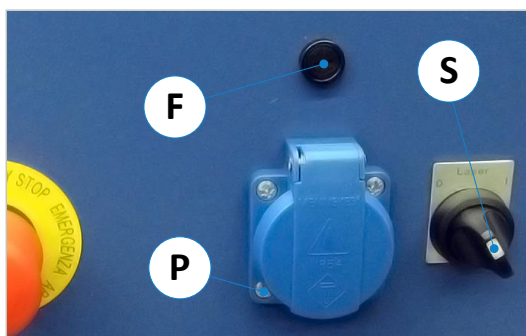
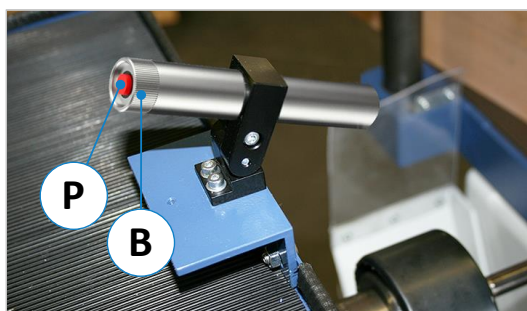

Figure 33 : interrupteur et prise machine pour laser
Figure 34 : interrupteur et compartiment à piles
- Desserrer les deux vis (S) sur le support.
- Allumez maintenant le dispositif laser (voir ⇒ Figure 33 resp. ⇒ Figure 34).
- Lorsque la position et le parallélisme sont exactement corrects, resserrer les deux vis (S).